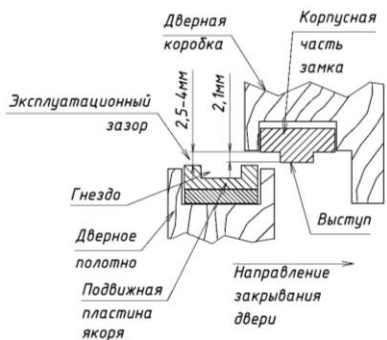

Рисунок 9
6.8 Допустимый «эксплуатационный зазор» между рабочими поверхностями якорной и корпусной частей после окончательного монтажа замка должен быть в пределах от 2,5 до 4 мм (рисунок 9).